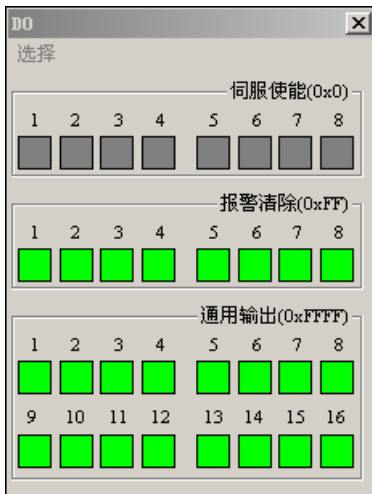

图 4-21 数字量输出对话框
- (1) 在MCT2008软件主界面点击菜单“视图”->“数字量输出”，将会弹出数字量输出DO模块对话框，如图4-21所示；